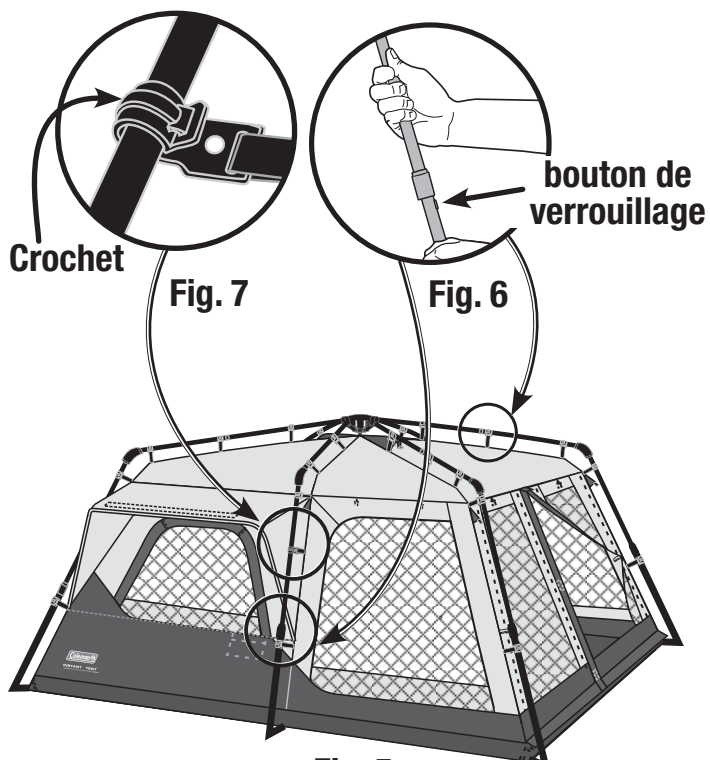

Fig. 5
- Allongez complètement les arceaux télescopiques du toit. (Fig. 5 and 6)
- Suivre la même méthode pour déployer les jambes télescopiques jusqu'à ce qu'elles s'enclenchent. (Fig. 5 and 6) La tente sera hissée au fur et à mesure que les mâts des montants seront déployés.